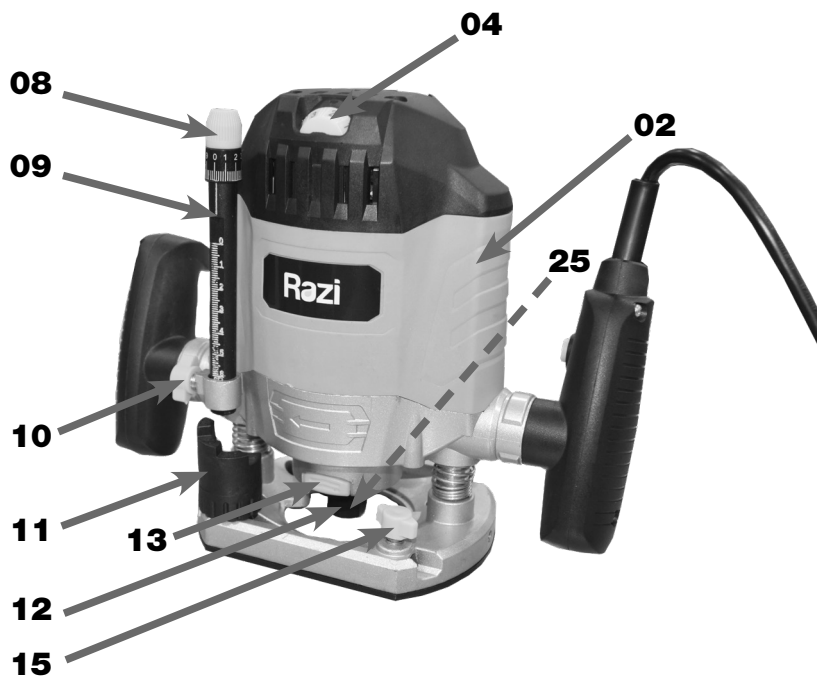

FIGURA 02 – Vista Geral Frontal
VERIFICAR se a tensão (Volts) da máquina é compatível da rede elétrica. Esta informação pode ser obtida tanto na Etiqueta fixada no Cabo Elétrico (28), como na Plaqueta de Identificação (19) fixada na parte traseira da Carcaça (02) (figura 02);
Quando houver intervenção de manutenção ou qualquer outro trabalho sobre a máquina, é necessário PRESSIONAR o Interruptor Liga/Desliga (05) (figura 02), e DESCONECTAR o plugue da tomada, ou seja, da rede elétrica de energia. Desta forma, a máquina não oferece RISCO DE CHOQUE ELÉTRICO;
OBSERVAR a Plaqueta de Identificação (19) fixada na traseira da Carcaça (02). É muito importante que o operador esteja familiarizado com estas informações (figura 02);
As Informações Gerais de Segurança são identificadas por meio de pictogramas padronizados, conforme normas técnicas aplicáveis, por textos devidamente destacados e pela Plaqueta de Identificação (19) (figura 02).
Em sua estrutura se encontra, o Seletor de Velocidade (04), o Parafuso de Ajuste de Profundidade (08), o Batente de Profundidade (09), o Parafuso Trava do Batente (10), o Regulador de Altura (11), o Eixo (12) e a Trava do Eixo (13) (figura 02).
O Seletor de Velocidade (04), possui 7 tipos de velocidades, contendo variedades para trabalhos específicos (figura 02).
O Batente de Profundidade (09) é para escolher a profundidade desejada de acordo com o tipo de fresa que será utilizada e o trabalho a ser realizado (figura 02).
O Parafuso de Trava do Batente (10) estabelece a fixação do Batente de Profundidade (09) para que se mantenha na profundidade escolhida através do Batente (09) caso houver a troca de fresa (figura 02).
O Regulador de Altura (11) uma escala com forma de escada que auxilia a ajustar a profundidade através do Batente de Profundidade (09) (figura 02).
A Trava do Eixo (13) tem a função de travar o giro do Eixo (12), possibilitando a abertura da Pinça (25) para fixação da fresa (figura 02).
Na Base (03) há 2 Manipulos Trava da Guia Paralela (15) (figura 02) utilizados para travar os Eixos da Guia Paralela (17) (figura 02).